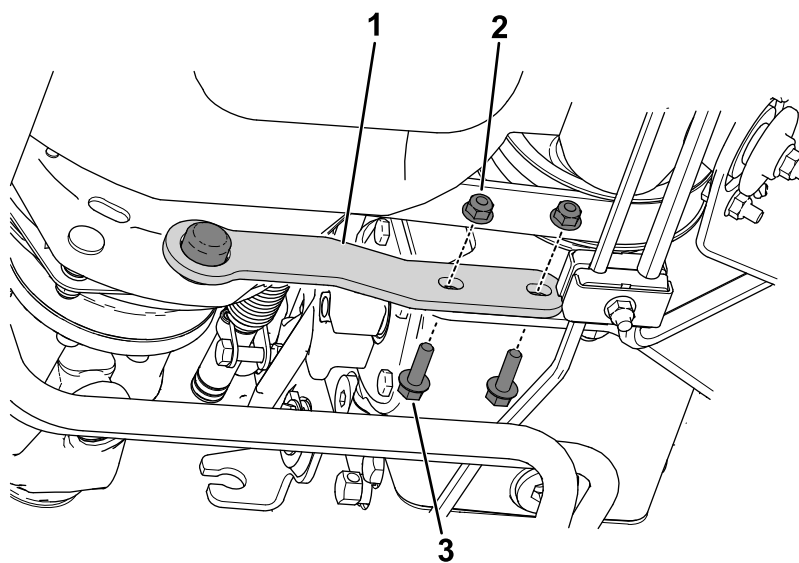

図3
2. クラッチストラップをバンパー(図3)に取り付ける。
3. ナット2本とボルト2個を使って、クラッチストラップをポンプ取り付けブラケット(図3)に固定する。